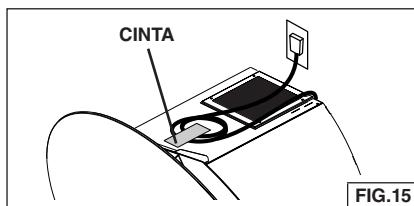

FIG. 15
12. Conecte el cable eléctrico al receptáculo de 120 VCA. Fig. 15.